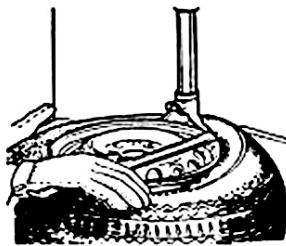

Abbildung 8
- Mit dem Montageeisen in Position gehalten, wie Abb. 8 gezeigt, drehen Sie den Drehteller im Uhrzeigersinn durch vollständiges Drücken des Drehrichtungspedals.
**Der Reifen kann altersbedingt aus dem Montagekopf herausgeschoben werden. Um dies zu verhindern, drehen Sie den Drehteller um 1 - 2 cm gegen den Uhrzeigersinn mit dem Montageisen in Position wie Abb. 8 und danach Drehen Sie im Uhrzeigersinn.**